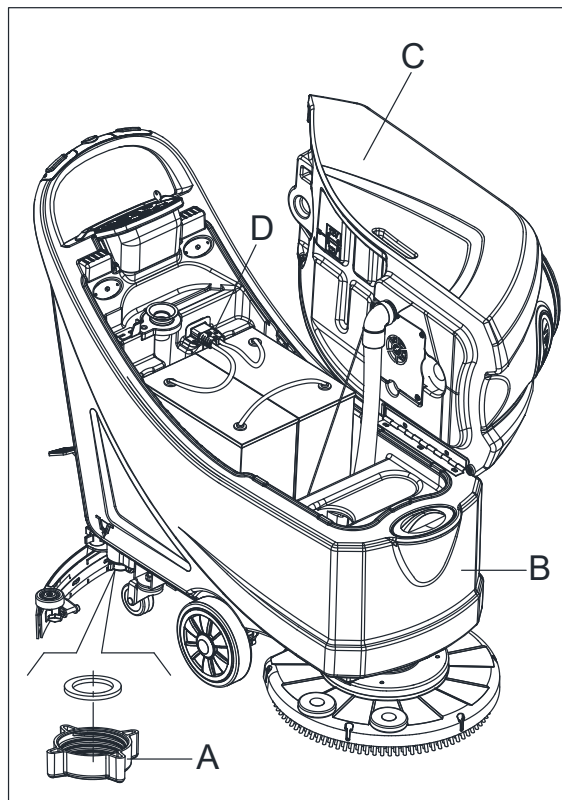

Рисунок 13
7. Слейте бак раствора при помощи шланга (A, Рисунок 13). После эксплуатации промойте бак чистой водой.
2. Слейте баки (B и C, Рисунок 13), как показано в предыдущем параграфе.